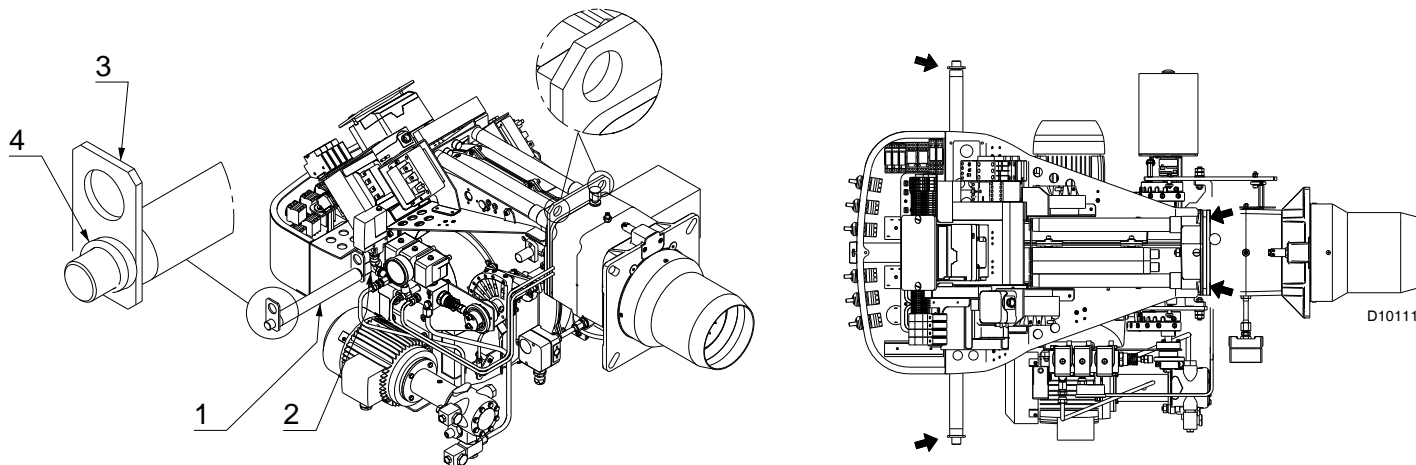

Fig. 10
- visser les deux rallonges 1) sur les pivots 2) (Fig. 10) ;
Les quatre points de levage du brûleur sont indiqués dans la Fig. 10.